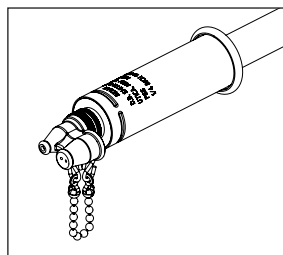

Figure 5.
1. Déterminez le motif de pulvérisation voulu. L'embout a une option à un seul trou pour un motif à jet ou une option à deux trous pour un motif en éventail. **Voir la figure 5.**